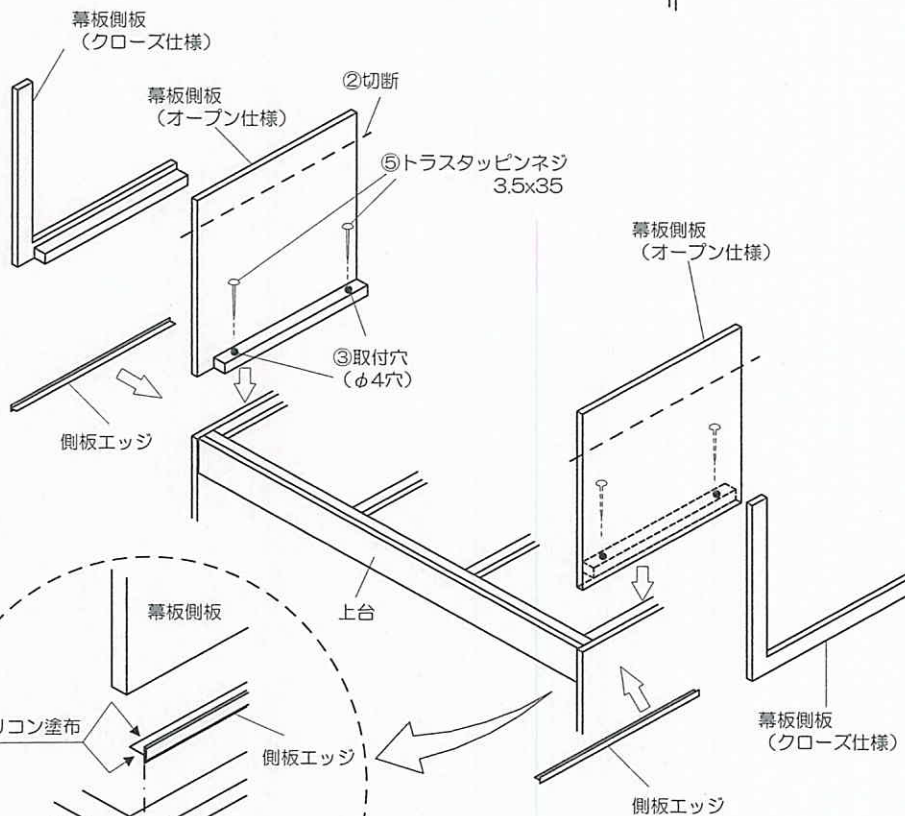

図5
②幕板側板の高さ調整 (図5)
③幕板側板の取付穴の加工 (図5)
④側板エッジの取り付け (図5、6)
⑤幕板側板の取り付け (図5)